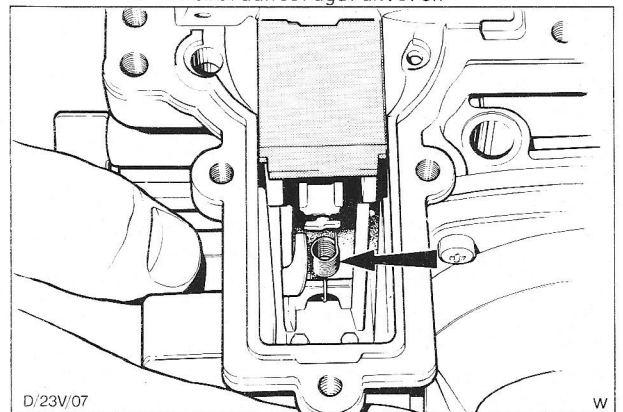

Fig. 52 Juiste bevestiging van regelaarveer.
14. Controleer of de centreerveer van de regelaar goed aan de luchtklep is bevestigd; zie Fig. 52.